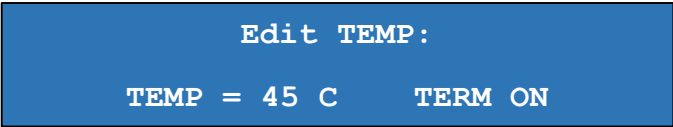
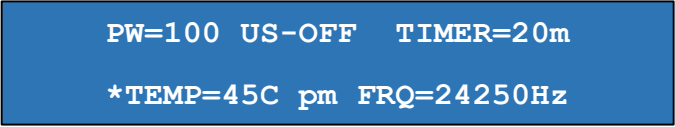

Fig. 5
Fig. 6
Dalla schermata di base, con ultrasuoni OFF, due brevi pressioni del tasto HOME permetteranno di accedere all'impostazione della temperatura desiderata nella vasca di lavaggio (fig. 5). Ad ogni accensione del sistema, i parametri visualizzati saranno gli ultimi impostati.
Ruotando la manopola è possibile variare, con passi di 1 grado, la temperatura di riscaldamento. L'intervallo entro cui è possibile variare la temperatura di riscaldamento è di 2-80°C. E' prevista un'isteresi di  $\pm 1$  °C rispetto al valore di soglia impostato. Il termostato sarà abilitato solo se la temperatura desiderata è superiore a 20°C; in questo caso, nella schermata della temperatura verrà visualizzata la dicitura TERM ON (fig. 5), altrimenti verrà visualizzata la dicitura TERM OFF. Premendo il tasto HOME si tornerà alla schermata base memorizzando la temperatura desiderata (Fig. 6). A seconda dei parametri appena impostati, l'indicazione della temperatura nella schermata base può essere preceduta da:
- simbolo "asterisco": termostato attivo; il riscaldatore sta lavorando per scaldare l'acqua e poi mantenerla alla temperatura impostata (es. in fig. 6);
**NB.** Si prega di considerare che in qualche caso la posizione del manopola non riflette esattamente quanto mostrato a display, in quanto la manopola, oltre a regolare la potenza, è usata anche nell'impostazione della temperatura e del timer. Ad esempio: dalla schermata base si imposta la potenza al massimo (100) girando la manopola fino a fine corsa; successivamente si potrebbe decidere di impostare un timer, entrando nell'apposita sezione del menù e variando il parametro con la manopola. Al ritorno nella schermata base dopo l'impostazione del timer, la potenza indicata sarà ancora al massimo (100), ma la manopola sarà probabilmente in un'altra posizione e non a fine corsa. In questo caso bisogna sempre fare affidamento su quanto indicato a display e non sulla posizione dell'indicatore della manopola. Comunque ogni volta che si vorrà intervenire su un parametro attraverso la manopola, esso si calibrerà immediatamente sui valori attuali del parametro stesso.